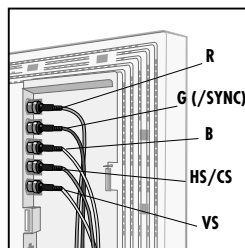

Figure C.1
- Connectez le câble BNC sur les connecteurs appropriés à l'arrière du moniteur. Branchez le câble BNC rouge dans le connecteur marqué R à l'arrière du moniteur, le câble BNC vert dans le connecteur marqué G (/Sync) et le câble BNC bleu dans le connecteur marqué B. Si vous avez besoin d'un quatrième connecteur BNC (Composite Sync), branchez-le dans le connecteur marqué HS/CS. Si vous avez besoin d'un cinquième connecteur BNC (Vertical Sync), branchez-le dans le connecteur marqué VS (**figure C.1**). Connectez l'autre extrémité du câble sur votre ordinateur. Pour un PC, reportez-vous à la (**figure A.2**). Pour un Mac, reportez-vous à la (**figure B.2**).